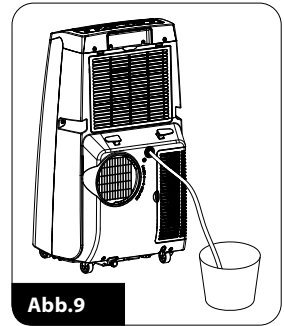

Abb.9
- lösen Sie die Mutter und entfernen Sie den Stopfen (6)
- schließen Sie das andere Ende des Abflussdräns an das Abflusssystem oder Gefäß an (Abb. 9)